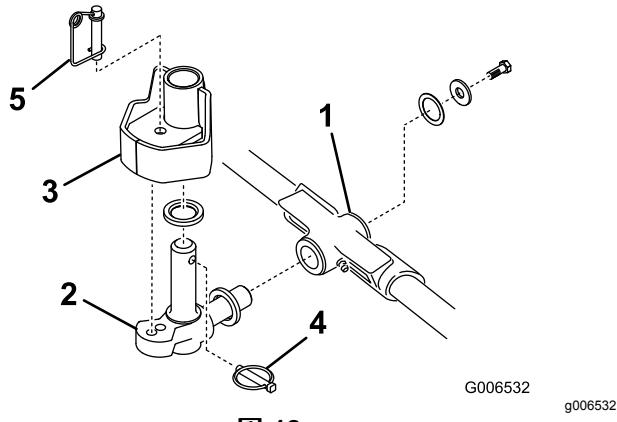

図 12
1. スラストワッシャをピボットナックルの水平シャフトに差し込む図 12。
2. ピボットナックルの水平シャフトをキャリアフレームの取り付け穴に差し込む図 12。
3. ピボットナックルをキャリアフレームに固定するスラストワッシャ、平ワッシャ、フランジヘッドキャップスクリュを使う図 12。
4. ピボットナックルの垂直シャフトにスラストワッシャを差し込む図 12。
5. ピボットナックルの垂直シャフトを外している場合にはここで升降アームのピボットハブに差し込む図 12。
7. ピボットナックルのシャフトに付いている穴にリンチピンを差し込む図 12。
注 カッティングユニットを固定モードで使用する場合にはステアリングロックピンをピボットナックルの取り付け穴に差し込んでください図 12。
13. ステアリングロックピンの下にスプリングを掛ける図 12。